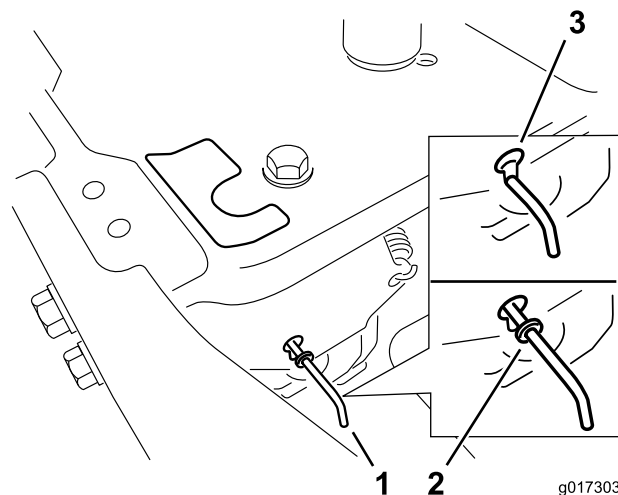

Figura 25
4. Spostate in avanti le leve di bypass attraverso il foro della chiavetta, quindi verso il basso per bloccarle in posizione (Figura 25).
Spostate indietro le leve di bypass attraverso il foro della chiavetta, quindi verso il basso per bloccarle in posizione, come illustrato in Figura 25.